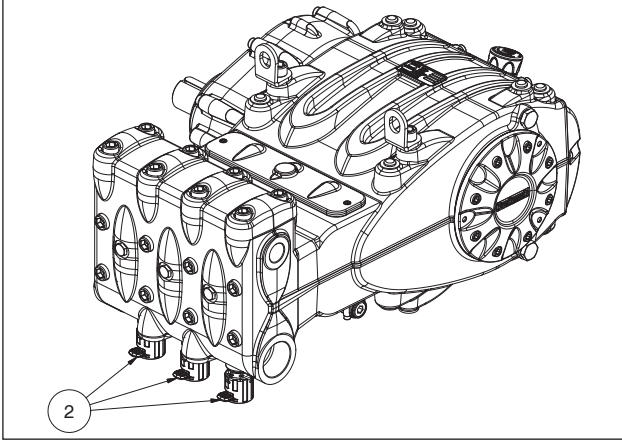
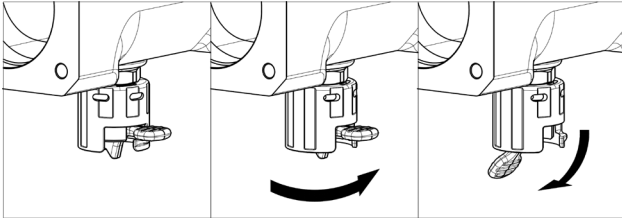

Fig. 9
Fig. 10
Pompanın uzun süre depoda kalması veya uzun süre kullanılmaması durumunda, üç vana iticisini/kaldırıcısını açarak emme vanalarının doğru çalışmasını sağlayın (bkz. poz. ②, Fig. 9). Pompayı çalıştırmadan önce vanaları kapattığınızdan emin olun. "Çalışma" ve "dinlenme" pozisyonları için, bkz. Fig. 10.